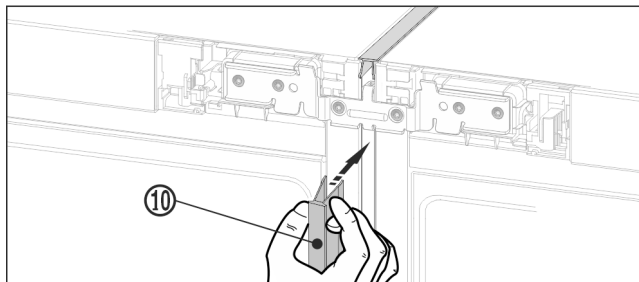

Fig. 21 *
- Në pjesën e përparme, ngjishni shiritin mbulues Fig. 21 (10) të gjatë në hapësirën vertikale. Këtu bëni kujdes që shiriti të qëndrojë në llamarinën e bashkimit.*